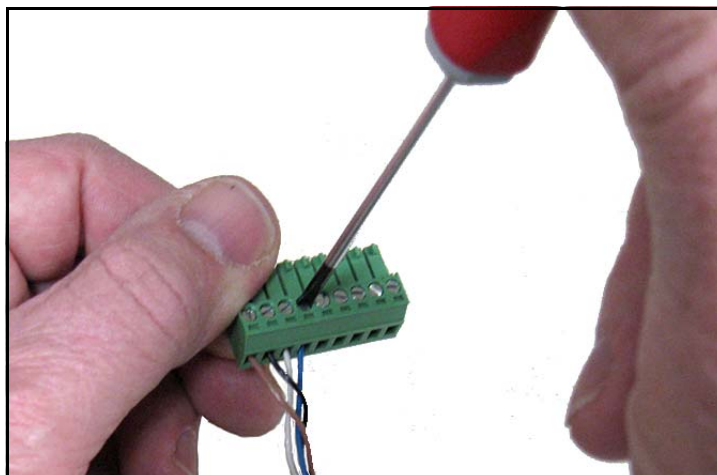

図 28：ケーブルをコネクタに配線する
3. 下の表 1 および 25 ページの図 28 を参照し、プローブケーブルの 4 本のリード線が出ている端を下側の端子ブロックのピン 10、11、12、および 13 に接続します。